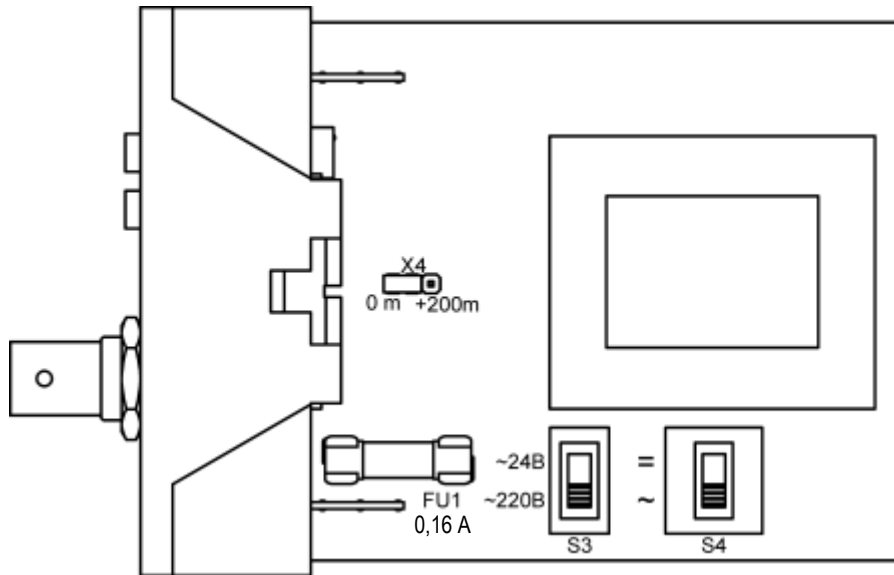

Рис. 1. Плата передатчика.
При длине линии свыше 2000 м, но не более 2200 м надо на плате передатчика (рис. 1) переставить перемычку Х4 в положение «+200м» и нажать кнопку «+400 м», на приёмнике переключатель «ДАЛЬНОСТЬx100 м» установить в положение 20.
1. Установить требуемое напряжение питания передатчика переключателями S3 и S4, расположенными на печатной плате (рис.1). Для вскрытия передатчика, необходимо отверткой через боковые пазы отогнуть защелки корпуса и выдвинуть крышку с печатной платой.